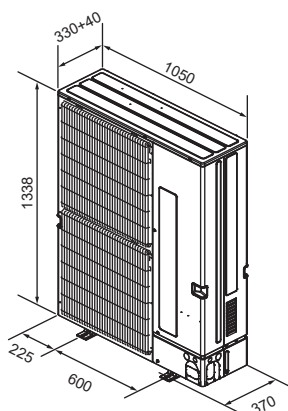

Fig. 2-1
2.3. Құрылым өлшемдері (сыртқы блок) (Fig. 2-1)